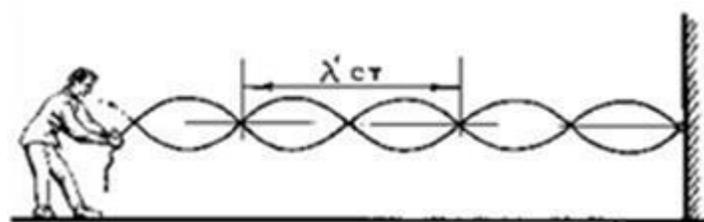

Рис. 3.
3. Опыты. Получение стоячих волн на шнуре и пружине (рис.3, 4).